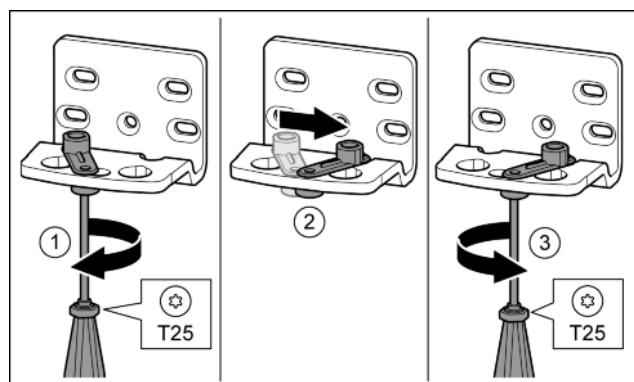

Fig. 16
- Desfaceți șurubul cu șurubelnită T25. Fig. 16 (1)
- Ridicați dispozitivul auxiliar de închidere a ușii și rotiți-l cu 90° spre dreapta în orificiu. Fig. 16 (2)
- Însurubați ferm șurubul cu șurubelnită T25. Fig. 16 (3)